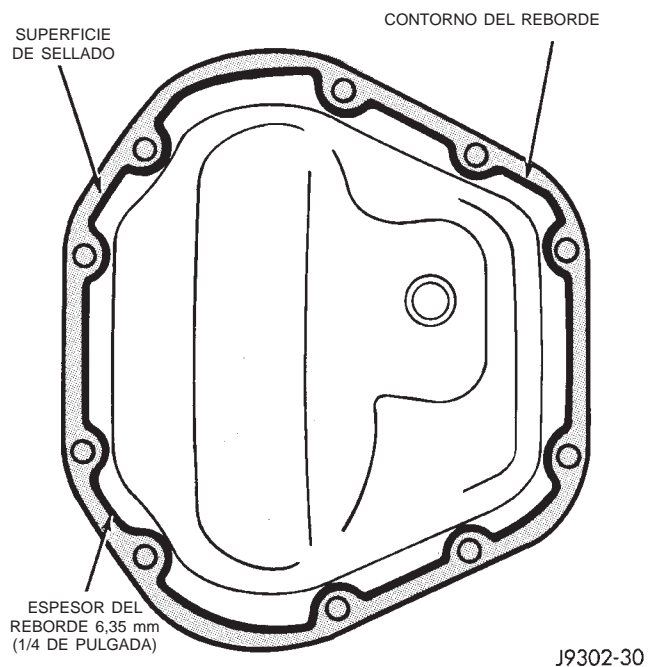

Fig. 53 Tapa de cárter característica con sellante
- (1) Raspe el sellante residual de las superficies de contacto del cárter y de la tapa. Limpie las superficies de contacto con líquidos minerales. Aplique un reborde de sellante de caucho siliconado Mopar en la tapa del cárter. Deje curar el sellante durante algunos minutos (Fig. 53).